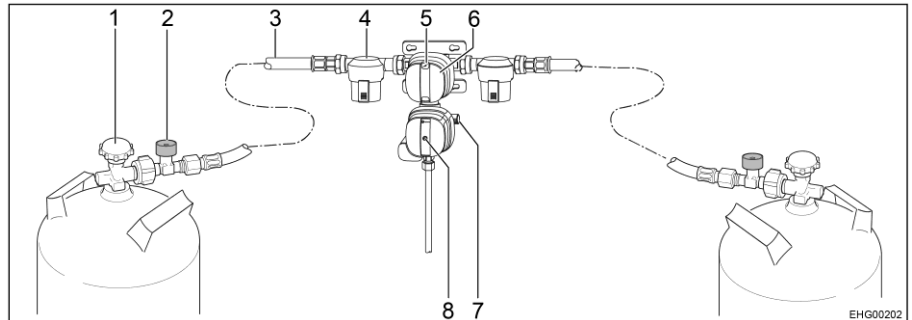

Bild 133 Säkerhetsgastryck-styrssystem DuoControl CS
DuoControl-styrsystemet består av en omkopplingsventil och en crashsensor. DuoControl-styrsystemet är monterat mellan högtrycksslangarna (Bild 133,3) med slangbrottssäkring (Bild 133,2). Med vredet (Bild 133,6) på omkopplingsventilen ställer du in vilken gasflaska som ska användas som driftflaska och vilken som ska användas som reservflaska.
I fönstret (Bild 133,5) visas gasförsörjningens status:
Crashsensorn stänger av gastillförseln vid kraftig vibration (t. ex. vid en krock). Den gula återställningsknappens (Bild 133,8) läge indikerar crashsensorns driftstatus:
- När den gula återställningsknappen (Bild 133,8) är intryckt är crashsensorn driftklar.
- När den gula återställningsknappen (Bild 133,8) sticker ut är crashsensorn **inte** driftklar. Idrifttagning, se nedan.
Slangbrottssäkringen (Bild 133,2) stänger av gasflödet om den anslutna slangen går sönder. Slangbrottssäkringen måste aktiveras genom att trycka på den gröna knappen.
- Med vredet (Bild 133,6) på omkopplingsventilen väljs gasflaskan, som ska prioriteras (driftflaska). Vrid alltid vredet till stoppläget.
- Öppna huvudavstängningsventilerna (Bild 133,1) på gasflaskorna.
- Tryck in slangbrottssäkringens gröna knapp (Bild 133,2) i cirka 5 sekunder. I fönstret (Bild 133,5) visas den gröna markeringen.
- Om crashsensorn har utlöst (den gula återställningsknappen (Bild 133,8) sticker ut):
Tryck in den gula återställningsknappen (Bild 133,8) hårt, vrid lätt medurs och håll den intryckt i 5 sekunder. Säkerställ att återställningsknappen stannar klar i det intryckta läget ("driftklar").
- Stäng huvudavstängningsventilerna (Bild 133,1) på gasflaskorna.
Om den gröna kontrolllampan (Bild 134,6) slocknar under drift och den röda kontrolllampan (Bild 134,5) tänds är driftflaskan tom och måste bytas ut. I fönstret (Bild 133,5) för gasflaskan visas den röda markeringen. Gasförbrukarna försörjs med gas från reservflaskan.
- Vrid vredet (Bild 133,6) till stoppläget i riktning mot den aktuella gasflaskan. Då blir denna gasflaska driftflaska och den tomma flaskan blir reservflaska. Markeringen i fönstret (Bild 133,5) växlar från rött till grönt.
- Stäng huvudavstängningsventilen (Bild 133,1) på den tomma gasflaskan. Beakta pilriktningen.
- Tryck på den gröna knappen på slangbrottssäkringen (Bild 133,2).